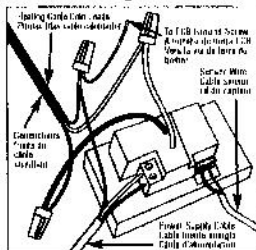

Fig. 5
4. Prepare each heating cable / cold lead for connection / splice and connect per Figure 5 or Figure 6, as applicable. Use Screwdriver for connection to the Power Supply cables and the sensor wire connections.
4. Préparer chaque câble chauffant et chaque conducteur / froid au vue de son raccordement ou de son splice en procédant conformément à la figure 5 ou 6, selon le cas. Utilisez un tournevis pour raccorder les câbles aux câbles d'alimentation et aux connexions du fil du capteur.